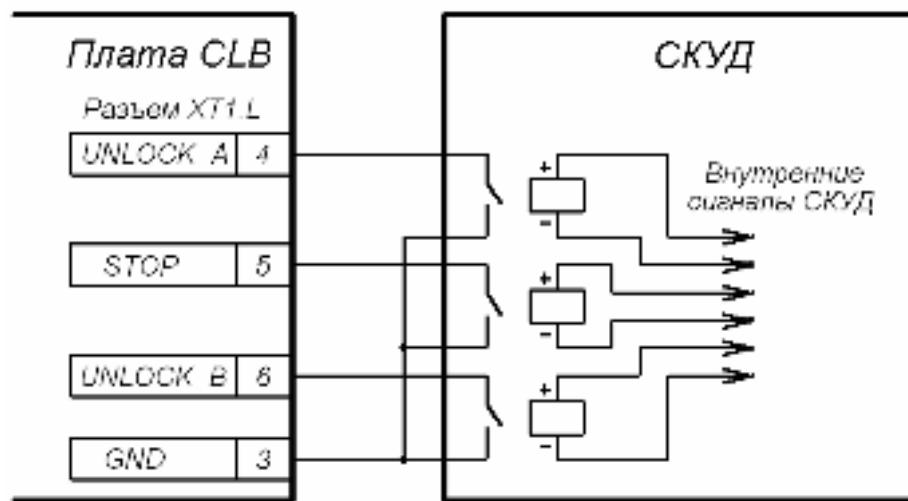

Рисунок 5 Управляющие элементы внешнего устройства: нормально разомкнутый контакт реле.
5.4.2 Управление турникетом осуществляется подачей на контакты клеммной колодки *XT1.L* *Unlock A*, *Stop* и *Unlock B* сигнала низкого уровня относительно контакта *GND*, при этом управляющим элементом могут быть нормально разомкнутый контакт реле или схема с открытым коллекторным выходом. Аварийная разблокировка турникета осуществляется снятием с контакта *Fire Alarm* сигнала низкого уровня относительно контакта *GND*, при этом управляющим элементом может быть нормально замкнутый контакт реле или схема с открытым коллекторным выходом (см. рис. 5, 6).